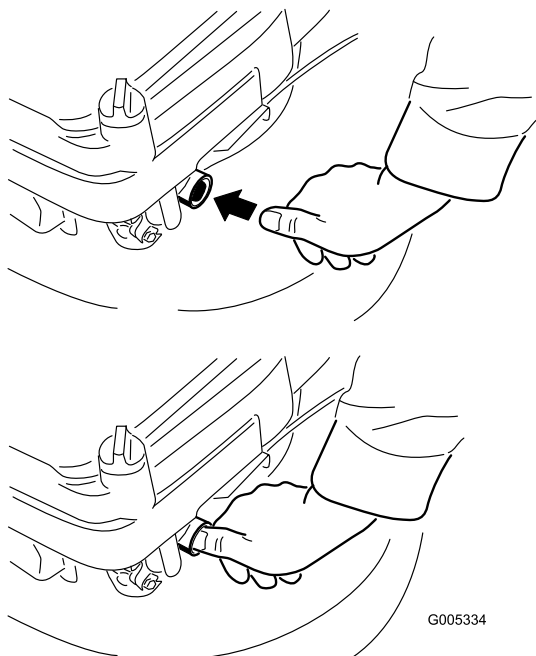

Figura 14
2. Apriete el cebador una vez con el dedo pulgar (Figura 14).